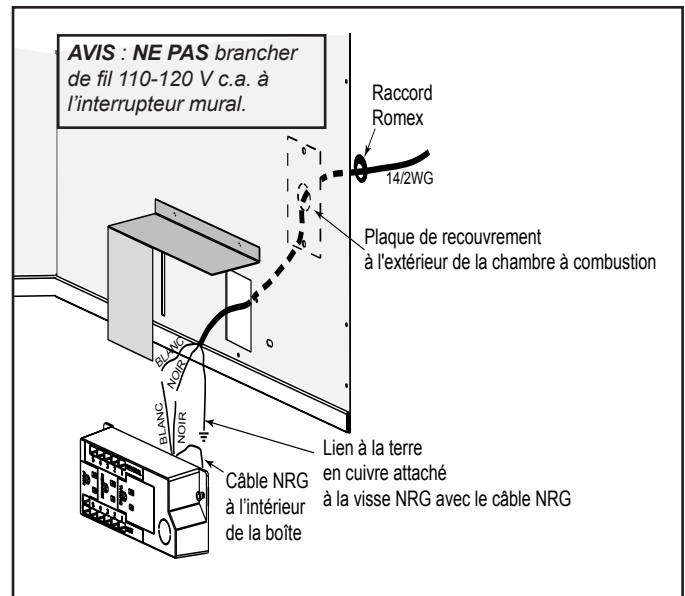

Figure 8.1 Détails de la boîte de jonction
- Enlever la plaque de recouvrement de l'enveloppe extérieure – côté droit (voir Figure 8.1).
- Enlever la vis retenant la boîte de jonction/le réceptacle à l'enveloppe extérieure, tourner la boîte de jonction pour la dégager de l'enveloppe extérieure (voir Figure 8.1).
- Introduisez les fils électriques depuis l'extérieur de l'appareil par cette ouverture jusqu'au compartiment de la valve et fixez-les avec un connecteur Romex. Voir la Figure 8.1.